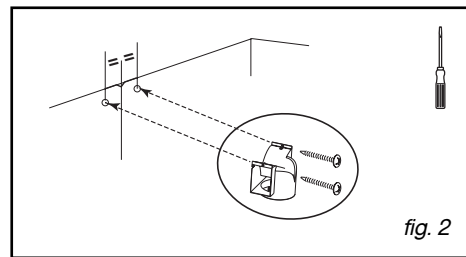

fig. 2
– Fije contra la pared, con los dos tornillos (fig. 2), el deflector de humo de plástico, apoyándolo contra el techo. Tenga cuidado de centrar el deflector con respecto a la raya vertical trazada en la pared (fig.2).